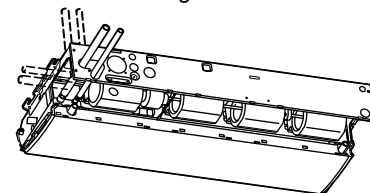

Abb. 3-51
Die Positionen für die Anschlüsse der Kühlmittelleitungen sind in der untenstehenden Abbildung gezeigt. (Die Leitungen können in drei verschiedene Richtungen verlegt werden.) (Abb. 3-51)
- \* Wenn der Ablaufschlauch durch die linke Seite geführt wird, sich auf Abb. 3-51 beziehen, dann zum Installieren des Schlauchs die obigen Anweisungen ausführen. Den vorher herausgenommenen Gummistopfen nun an der rechten Seite anbringen. Der Gummistopfen kann problemlos mit einem Schraubendreher oder einem ähnlichen Werkzeug in die Ablauföffnung der Haupteinheit hineingedrückt werden. Dabei den Gummistopfen bis zum Anschlag in die Ablauföffnung der Haupteinheit drücken.